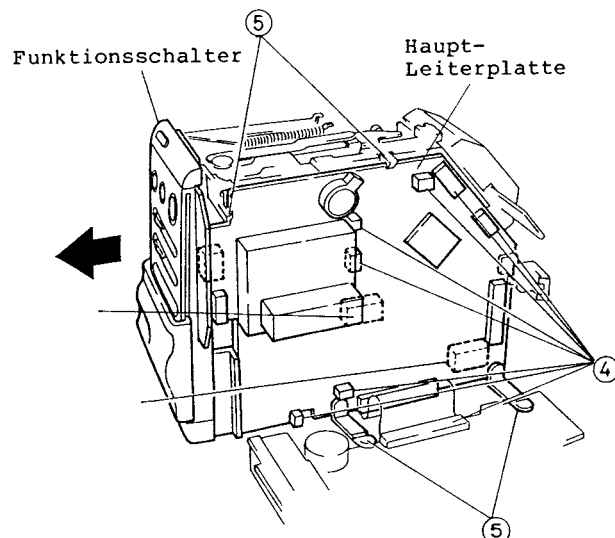

Abb. 2-31
3. Den Funktionsschalter in Pfeilrichtung aus der Haupt-Leiterplatte herausziehen (siehe Abb. 2-31).
4. Sieben (7) Stecker (CN002, CN004, CN006, CN007, CN012, CN401, CN402) und ein Flachkabel (CN804) abziehen.
5. Zwei (2) Laschen freigeben, zwei (2) Stecker (CN501, CN801) von der Motortreiber-Leiterplatte und der FM-Audio-Leiterplatte abziehen und die Haupt-Leiterplatte in Pfeilrichtung entfernen (siehe Abb. 2-31).
6. Zwei (2) Laschen des Leiterplattenhalters freigeben und die Haupt-Leiterplatte abnehmen.